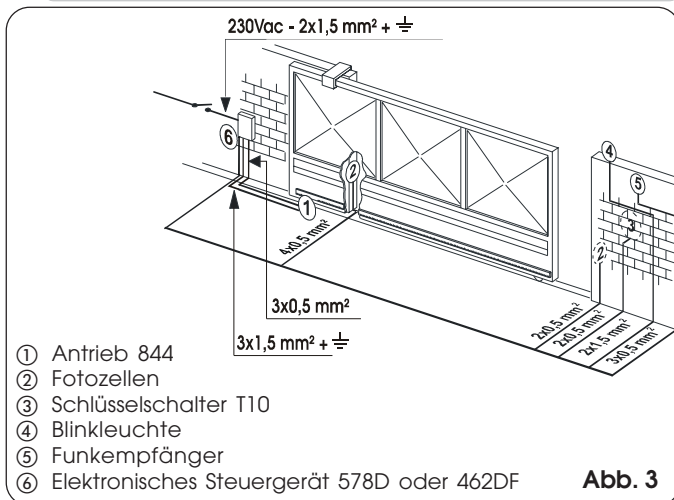
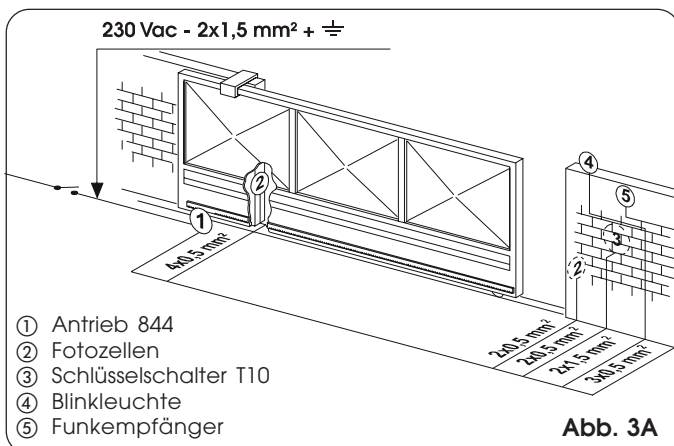

Abb. 3
Abb. 3A
- Die Kabel für den Anschluss an die Zubehörteile und die Stromversorgung laut Abb. 3 oder Abb. 3A verlegen. Für die problemlose Herstellung der Verbindungen etwa 40 cm Kabel aus der Öffnung (Abb. 5-6 Bez. ①) der Gründungsplatte heraustreten lassen.